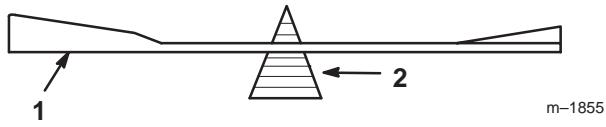

Figure 15
2. Vérifiez l'équilibre de la lame en la plaçant sur un équilibrEUR (Fig. 15). Si la lame reste horizontale, elle est équilibrée et peut être utilisée. Si la lame est déséquilibrée, limez un peu l'extrémité de la partie incurvée seulement (Fig. 13). Vérifiez de nouveau et répétez la procédure jusqu'à ce que la lame soit équilibrée.